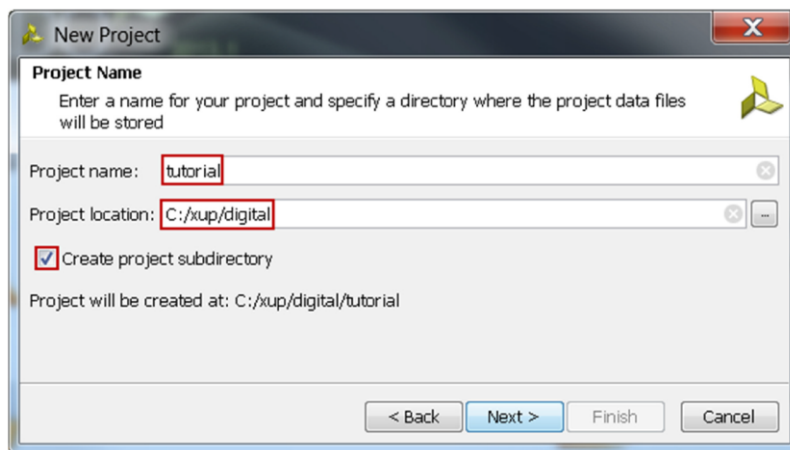

图 3 项目名称和路径
- 1-1-4. 如 Figure3 在 Project name 中输入 tutorial。确保选中“Create Project Subdirectory”框，点击 Next。